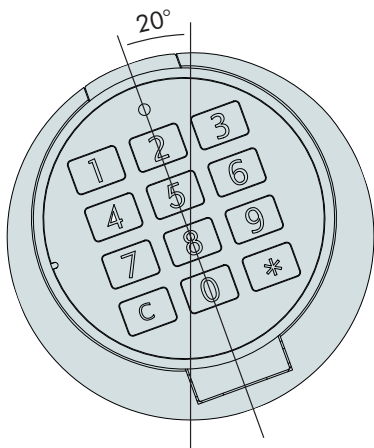
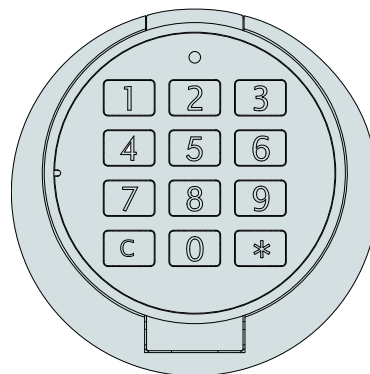

Abb. 6: Position 1 - Aufsetzen Eingabeeinheit
Abb. 7: Position 2 - Aufsetzen Eingabeeinheit
- Eingabeeinheit unter einem Winkel von ca. 20° auf den Befestigungsring aufstecken - Position 1 (siehe Abb. 6) und anschließend durch Drehung nach rechts in Position 2 (siehe Abb. 7) bringen. Drehbewegung muss leichtgängig erfolgen.
- Aufsetzen der Eingabeeinheit siehe 4.4 (siehe Abb. 6 und Abb. 7).